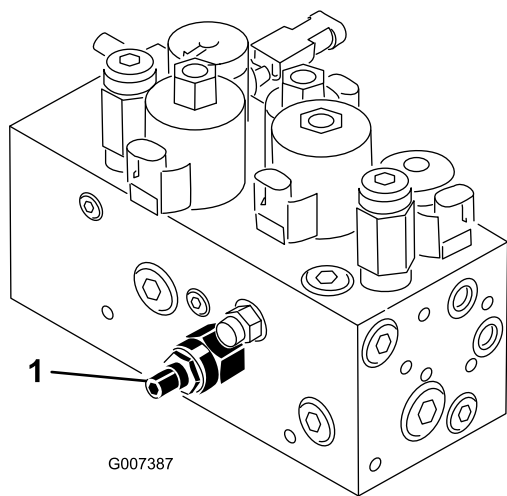

Figura 59
O circuito de elevação da unidade de corte encontra-se equipado com uma válvula de regulador de caudal (Figura 59). Esta válvula é previamente configurada pelo fabricante, encontrando-se cerca de 3 voltas aberta, mas por vezes é necessário efectuar ajustes de modo a compensar diferenças na temperatura do óleo hidráulico, nas velocidades de corte, etc. Se for necessário algum ajuste proceda da seguinte forma:
1. Levante o banco e localize a válvula de controlo do fluxo (Figura 59) montada ao lado do cilindro hidráulico para o apoio central.